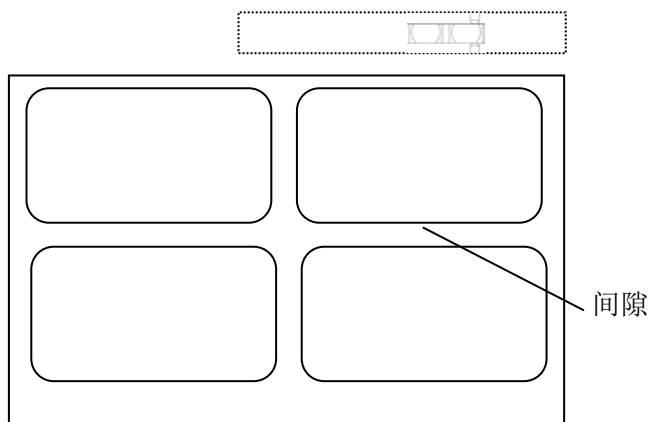
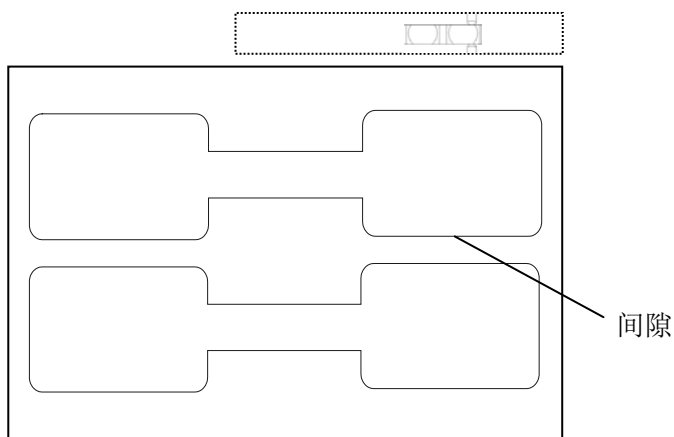

图 6-4
图 6-5
3. 请参考图 6-3、图 6-4 和图 6-5 确定纸张探测器的位置;